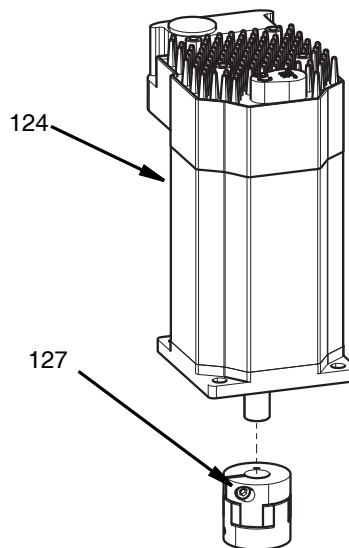

FIG. 36
7. Afloje el tornillo de la abrazadera del acoplamiento giratorio superior (127) con una llave Allen de 2,5 mm. NOTA: No use una llave Allen de punta esférica.
8. Retire el acoplamiento giratorio (127) del eje del motor. Ver FIG. 36.